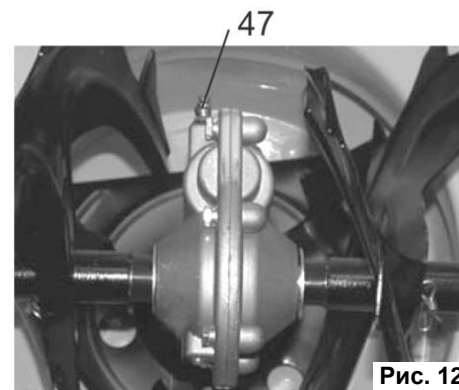

Рис. 12
- Выкрутите штуцер (47) (См. Рис.12), используя шприцеватель (в комплект не входит) закачайте около 100 г густой смазки в редуктор.